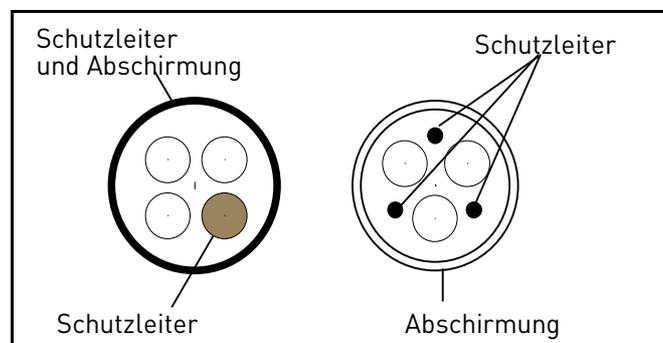

Abbildung 19. Beispiel mit 3-phasigem Kabel.
- 2 = Symmetrisches Stromkabel mit konzentrischem Schutzleiter und passend für die spezifische Netzspannung. (MCMK oder ähnliches empfohlen). Siehe Abbildung 19.
- 3 = Symmetrisches Stromkabel mit kompaktem, niederohmigem Schirm und passend für die spezifische Netzspannung. [MCCMK, EMCCK oder ähnliches empfohlen; Empfohlene Transferimpedanz des Kabels (1...30MHz) max. 100mohm/m]. Siehe Abbildung 19. *360°-Erdung des Schirms mit Kabelverschraubungen auf der Motorseite erforderlich für EMV-Kategorie C1 und C2.